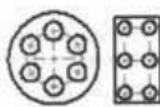

图 6-102 中心符号线
(3) 中心符号线。插入如图 6-102 所示的中心符号线的操作步骤如下：